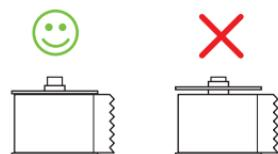

Abbildung 27
- 5 Schieben Sie die Spulenführung auf die rechte Seite der Spule und drücken Sie die Führung fest gegen die Seite der Etikettenrolle, so dass **kein Spalt** zwischen Rolle und Spule erkennbar ist. Siehe Abbildung 27.